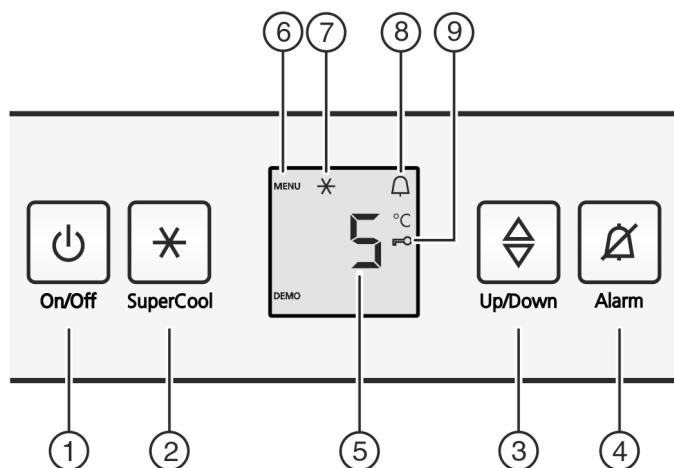

Fig. 2
- Nyomja meg az On/Off gombot Fig. 2 (1).
- Nyomja meg a SuperCool Fig. 2 (2) gombot kb. 5 mp-re.
- ▷ A kijelzőn megjelenik a Menü ikon Fig. 2 (6).
- A SuperCool Fig. 2 (2) gombbal röviden nyugtázza.
- ▷ A gyermekbiztosítás ikon Fig. 2 (9) világít a kijelzőn.
- Röviden nyomja meg az On/Off Fig. 2 (1) gombot.
- Nyomja meg a riasztás gombot Fig. 2 (4).
- ▶ Hőmérsékletfunkció előhívása: Nyomja meg a beállítógombot Fig. 2 (3).
- ▶ A hőmérsékletet 1 °C-os lépésekben változtathatja: Annyiszor nyomja meg a beállítógombot Fig. 2 (3), amíg a kívánt hőmérséklet nem világít a hőmérsékletjelzőn.